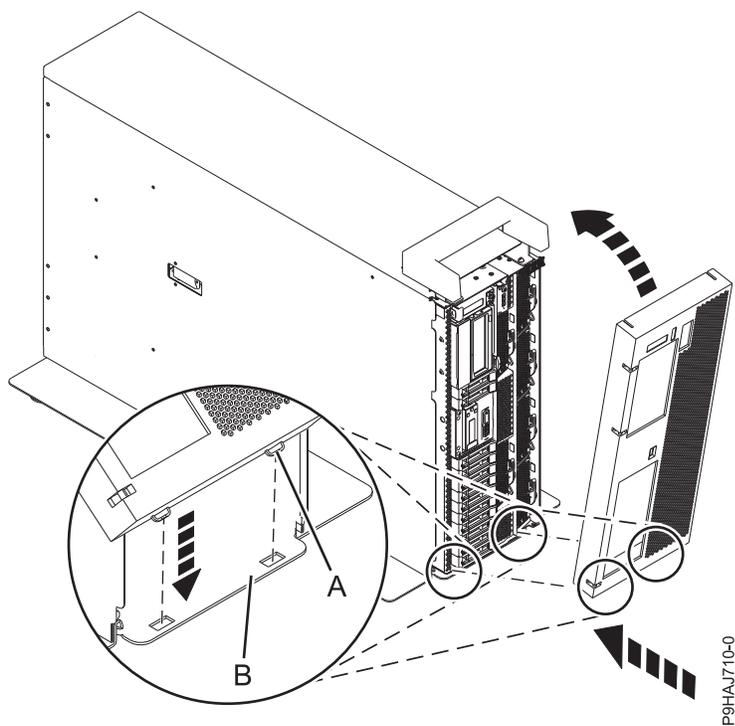

Figura 18. Instalando a tampa e a porta frontais
2. Alinhe a tampa até que as duas guias da tampa (A) estejam assentadas nos slots na placa base (B), como mostrado na Figura 18 na página 33.